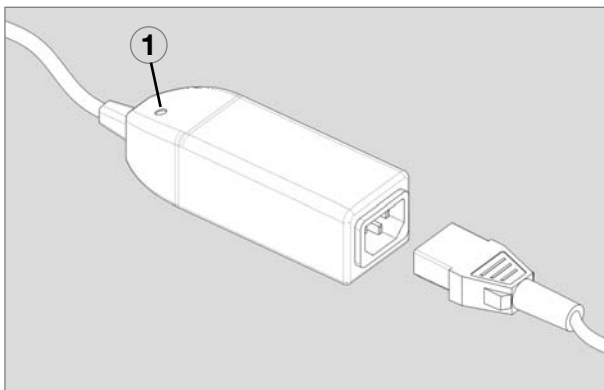

Fig. 1
Le coupe-circuit de surtension Dometic (unité OVP, fig. 1) est monté en amont du transformateur. Il coupe la conduite d'alimentation lorsque la tension d'entrée dépasse env. 270 V~. Les appareils connectés sont ainsi protégés. Une diode électrolumineuse rouge (1) indique la présence d'une surtension.